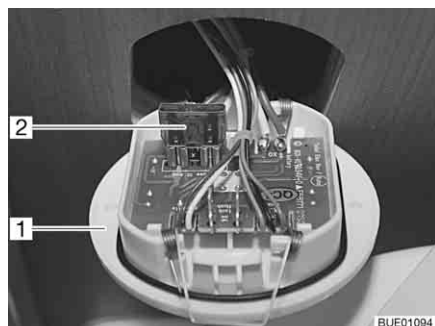

Fig. 172 Fusible des toilettes
- Soulever la commande des toilettes (Fig. 172,1) avec un outil approprié et l'extraire de la paroi.
- Changer le fusible (Fig. 172,2).